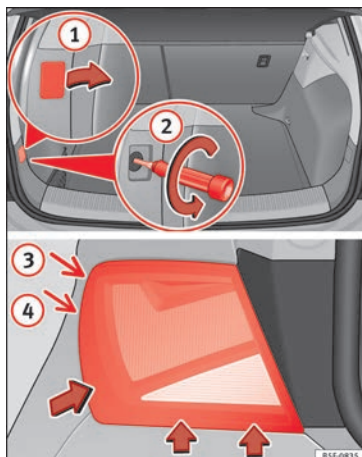

Fig. 112 Bagagliaio: posizione della vite di fissaggio del fanale di coda. Smontaggio del fanale di coda esterno.
- Sollevare la copertura facendo leva con l'estremità piatta di un cacciavite nell'apposita rientranza e togliere la copertura dall'apertura » fig. 112 ①.
- Svitare con cautela la vite sottostante dopo averla allentata in senso antiorario con un cacciavite (freccia) » fig. 112 ②.
- Ruotare il fanale della direzione indicata dalle frecce fino a che esce dal proprio alloggiamento (posizioni ③ e ④) » fig. 112.